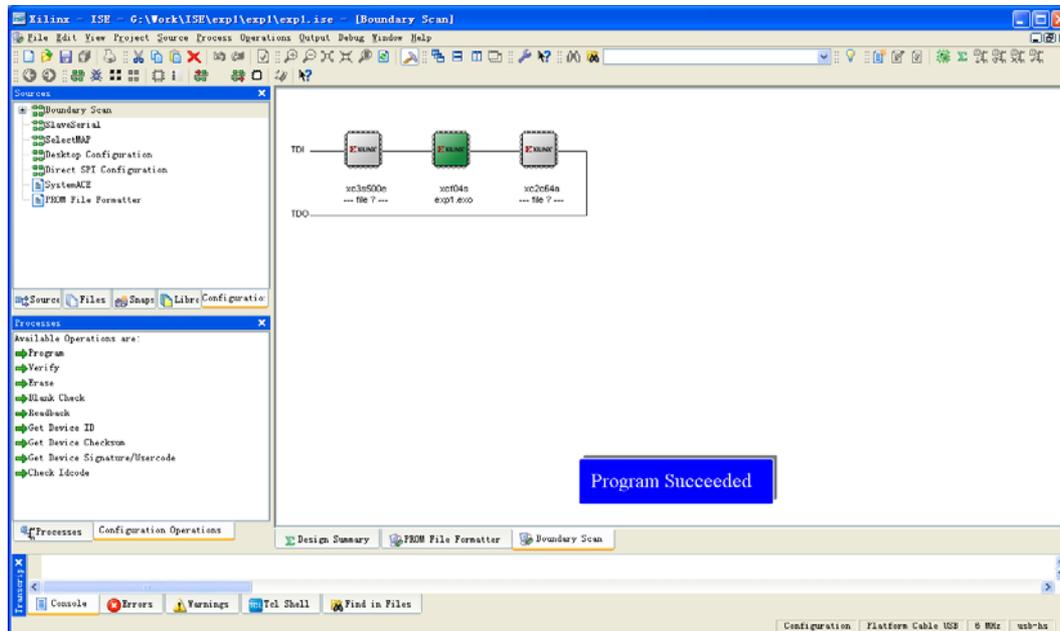

图50 PROM配置成功示意图
- 进度条达到100%后，完成PROM配置后，iMPACT给显示“Program Succeeded”，如图50所示。